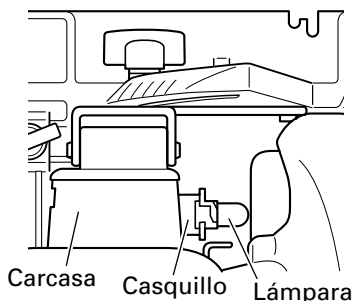

Fig. 24 (Vista superior)
- (3) Extraiga la lámpara del casquillo. (Fig. 24)